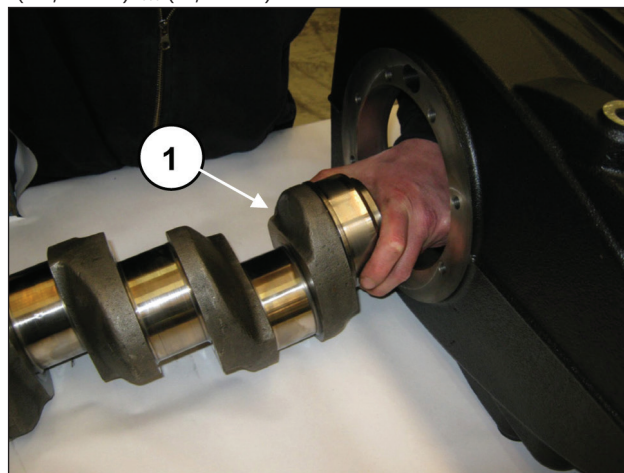
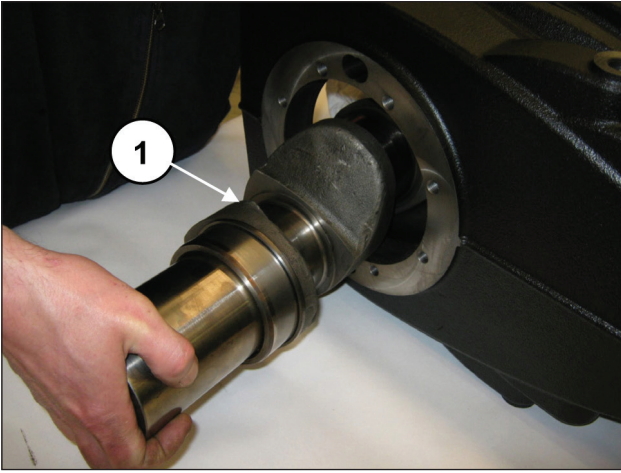

图 49
图 50
从动力输出轴侧插入轴，注意不要碰撞先前安装的连杆柄 (①, 图 49) 和 (①, 图 50)。